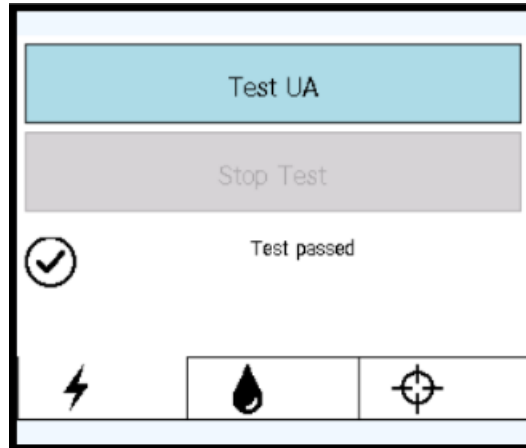
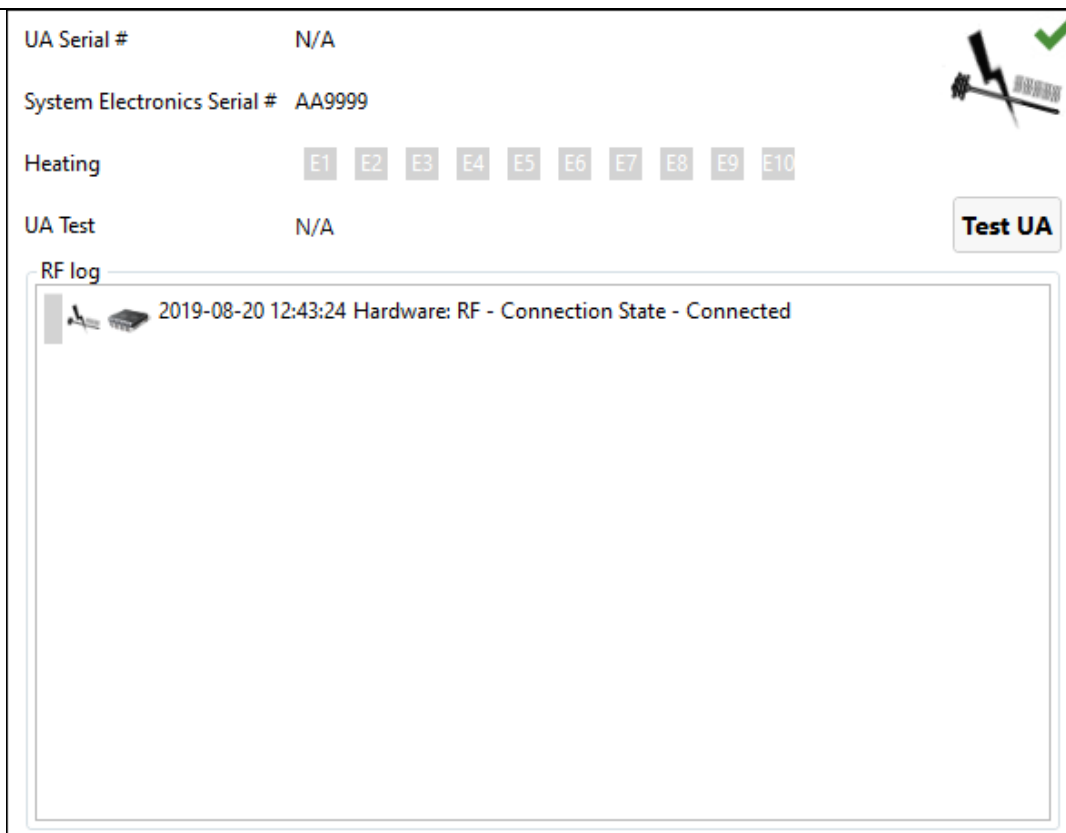
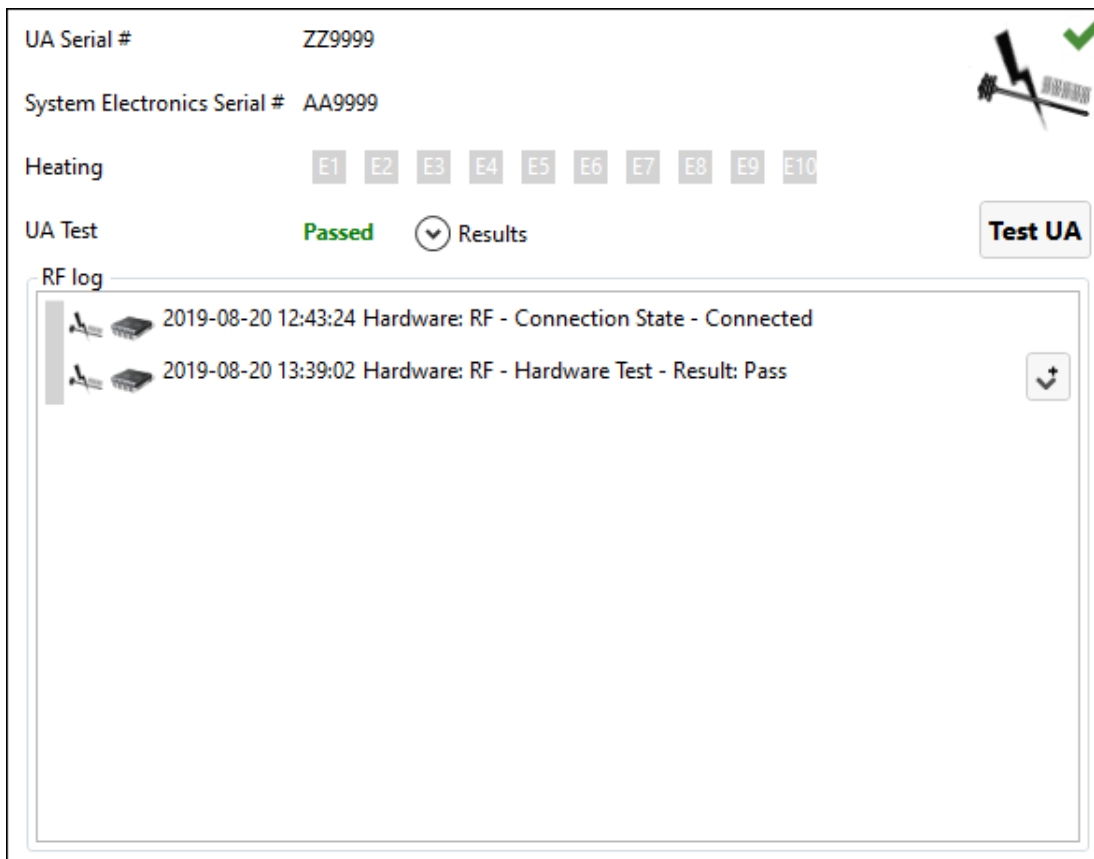

Bild 19: Skärm för positioneringssystemets gränssnittsbox – fliken RF
Bild 20: Informationsruta om RF på arbetsytan Setup (inställningar)
Bild 21: RF-informationsruta efter lyckat test av ultraljudsapplikatorn
- På fliken **RF** på skärmen för positioneringssystemets gränssnittsbox (*Bild 19*) eller i RF-informationsrutan på arbetsytan *Setup* (inställningar) (*Bild 20*) klickar du på **Test UA** (testa ultraljudsapplikator). Systemet skickar en kort strömskur till vart och ett av de tio elementen i ultraljudsapplikatorn för att säkerställa kontinuitet och funktion hos alla tio kanalerna.
När RF-strömtestet är klart visas ett kort meddelande på skärmen för positioneringssystemets gränssnittsbox (Bild 19). Du kan se detaljerade RF-testresultat i RF-informationsrutan i programvaran till behandlingskonsolen (Bild 21).